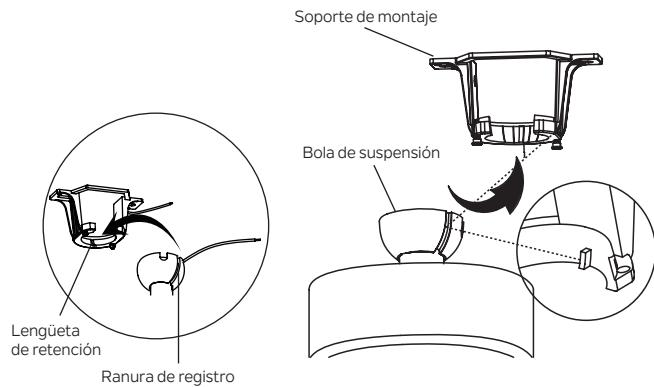

Figura 12
**Paso 6.** Ahora levante el conjunto del motor a su posición y coloque la bola de suspensión en el soporte de montaje. Gire hasta que la “lengüeta de retención” haya caído en la “ranura de registro” y se asiente firmemente. (Figura 12) Todo el cuerpo del motor no debe girar si se hace correctamente.